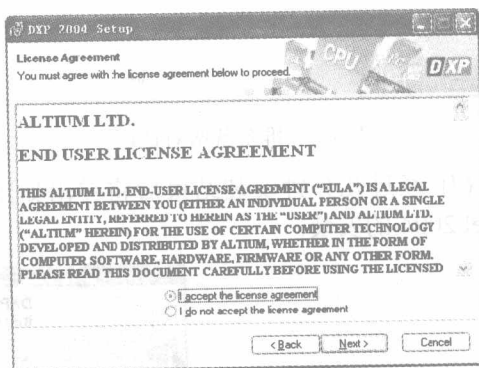

图 1-2 注册协议许可窗口
(2) 单击 按钮进入如图 1-2 所示的注册协议许可窗口。若用户无异议则可选中【I accept the license agreement】单选按钮。